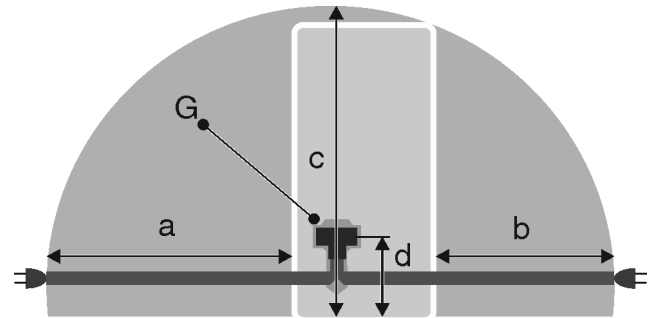

Fig. 25
- Zásuvka sa nachádza mimo oblasti zadnej strany zariadenia v uvedenej oblasti Fig. 25 (a, b, c).
- ▶ Zástrčku zariadenia Fig. 25 (G) zastrčte na zadnej strane zariadenia. Dbajte na správne zaklapnutie.